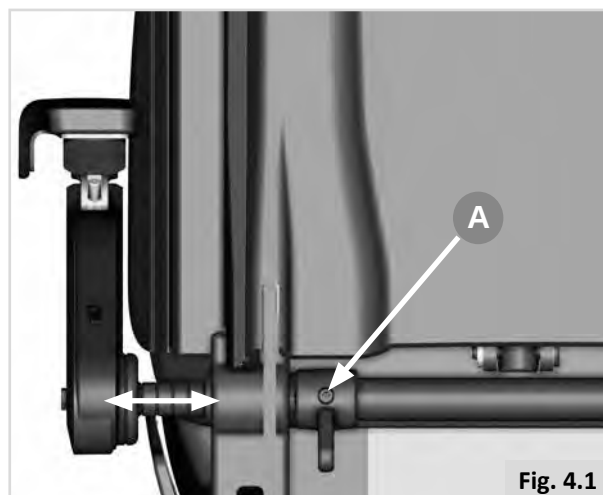

Fig. 4.1
- Dévissez les deux vis (clé hexagonale de 5 mm) situées sur le rail, comme illustré à la Fig. 4.1 -A.